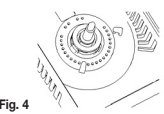
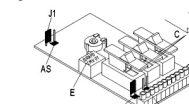

Fig. 4
Fig. 9
**G.** Per limitare o bloccare la rotazione della manopola d'impostazione della temperatura ambiente, posizionare gli appositi cavallieri (presenti nella parte interna del pannello) negli appropriati fori come indicato in Fig. 4.
**H.** Verificare che i selettori e la manopola siano posizionati come indicato nelle rispettive figure (C di Fig. 9 e Fig. 4), assicurando così la corretta posizione iniziale.
**H.** Rotation of the temperature knob can be limited or blocked by positioning the plastic pins (in the internal panel) on the proper holes, as indicated in Fig. 4.
**I.** Verify that the switches and the temperature knob with its rod are located as indicated in the relevant figures (C in Fig. 9 and Fig. 4), repositioning them in their original position.
**H.** Pour limiter ou bloquer la rotation de l'afficheur de température ambiante, positionner les cavaliers (présents sur la partie interne du panneau) dans les trous, comme indiqué en Fig. 4.
**I.** Vérifier que les axes des sélecteurs et du bouton soient positionnés comme indiqué respectivement en (C Fig. 9 et Fig. 4), dans leur position initiale.
**H.** Einstellgrad des Temperaturstellrades kann mittels Plastikzapfen begrenzt werden (Fig. 4).
**I.** Vergewissern Sie sich der richtigen Einbauweise der zuvor entfernten Bauteile (C in Fig. 9 und Fig. 4) gemäß Originalzustand.
Per il collegamento del sensore alla scheda del termostato, operare secondo i punti A, B, C, H e I ed in particolare, togliere il jumper (J1 di Fig. 9) ed inserire l'apposito connettore della sonda nel punto «AS» di Fig. 9.
Per il collegamento del termostato di consenso invernale, operare secondo i punti A, B, C, H e I ed in particolare, togliere il jumper (J2 di Fig. 9) e collegare i due terminali del «TM» ai morsetti «F» ed «M».
Accertarsi che il jumper (J3 di Fig. 9) non sia inserito.
Ogni scheda è provvista di etichetta (E di Fig. 9) riportante tutti i dati identificativi.
For the connection of the sensor to the thermostat card, operate according to positions A, B, C, H and I; remove the Jumper (J1 of Fig. 9) and connect the sensor in the position «AS» of Fig. 9.
For the connection of the minimum water temperature thermostat, operate according to positions A, B, C, H and I; remove the jumper (J2 of Fig. 9) and connect the two terminals of «TM» to the clamps «F» and «M».
Be sure that the jumper (J3 of Fig. 9) is not connected.
Each card has a label with identification data (E of Fig. 9).